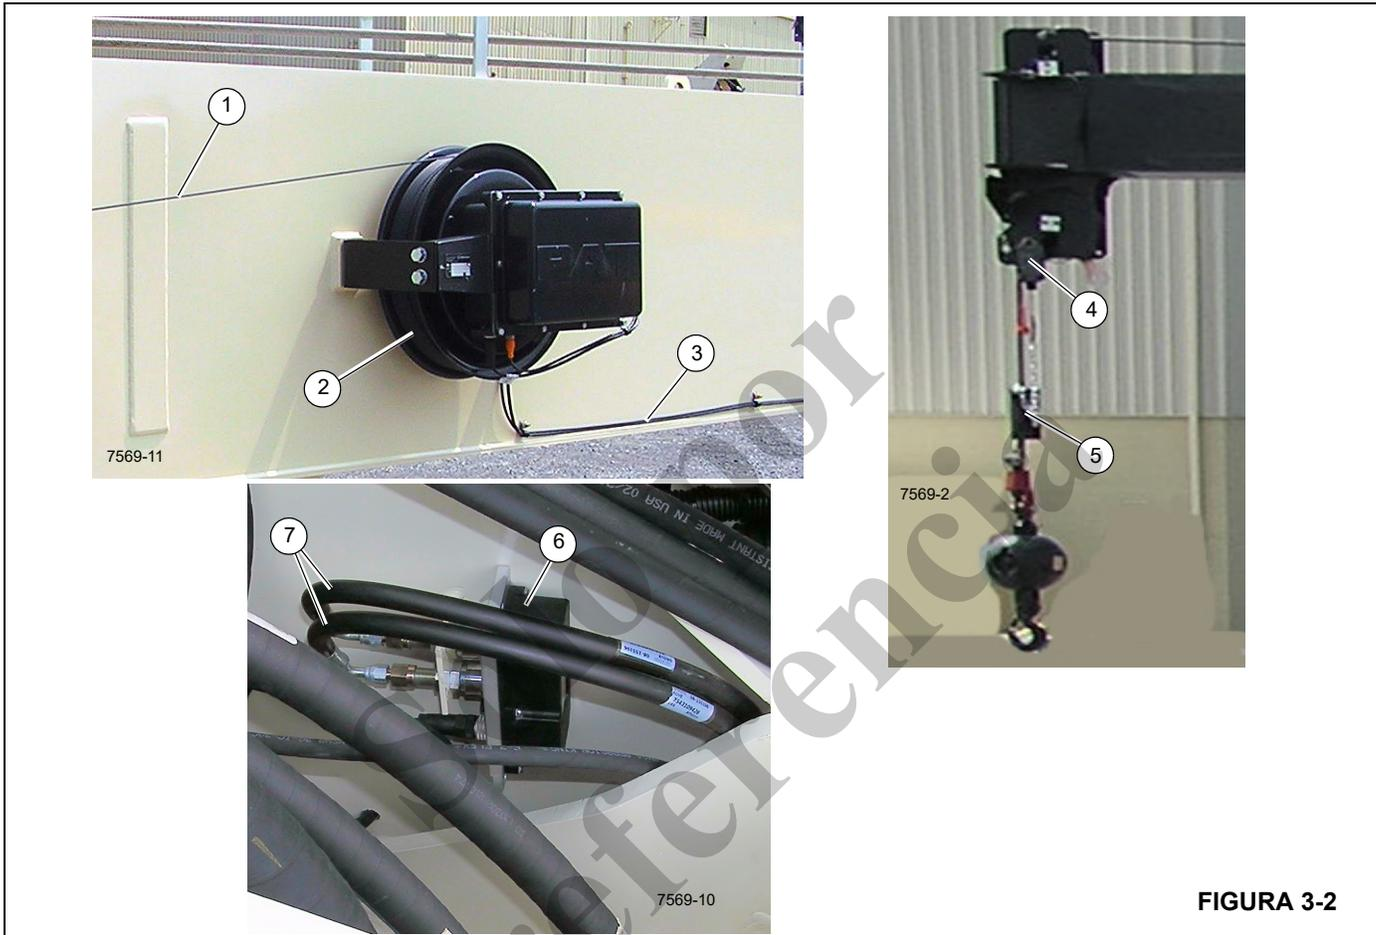

FIGURA 3-2
El cable de ATB/RCL de la pluma (1, Figura 3-2) se extiende del carrete de ATB (2) por la pluma y hasta el conjunto de interruptor de ATB (4). El cable de conjunto de interruptor de ATB se conecta al peso de prevención del contacto entre bloques (5).
El cable de RCL (3, Figura 3-2) se extiende de la parte inferior del carrete (2) hasta el extremo de la pluma, luego se divide, con un extremo que baja a través de la torreta hasta el transductor de presión del cilindro de elevación de la pluma (6) y el otro extremo hasta la consola en la cabina del operador.